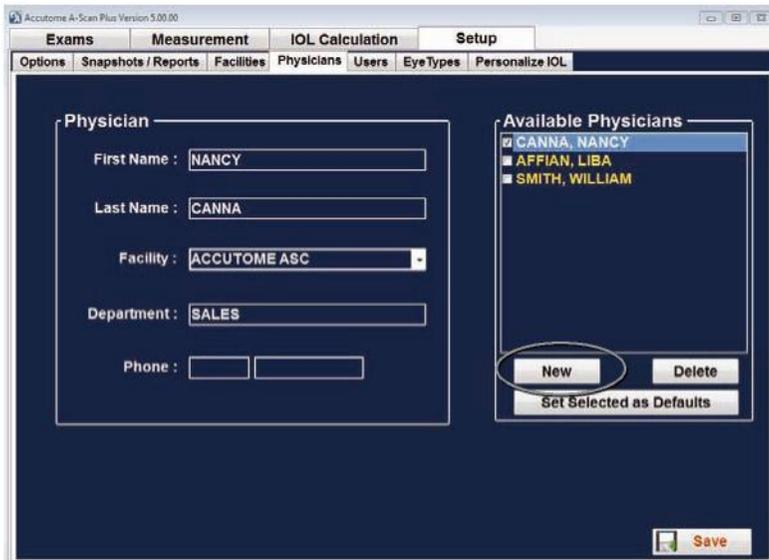

Figura 5-32 Schermata Medici
1. Nella schermata Medici selezionare "Nuovo" (New), come mostrato nella Figura 5-32 sotto.